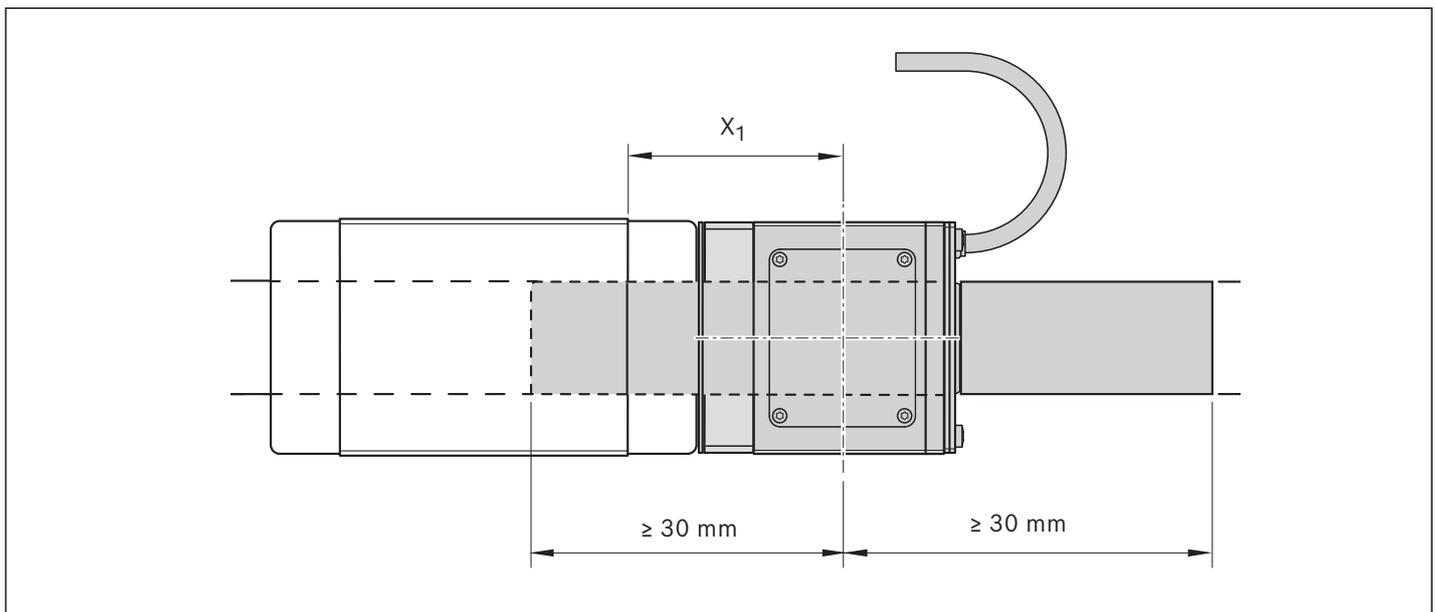

Fig. 7: Nutzbarer Messbereich
- ▶ Der Messkopf muss im Betrieb auf einer Messschiene bleiben und darf nicht über Stoßstellen fahren. Der mit  $X_1$  bemaßte Punkt darf zum Schienenstoß einen Abstand von 30 mm nicht unterschreiten. Der nutzbare Messbereich ergibt sich damit aus der Schienenlänge abzüglich  $2 \times 30$  mm.  Fig. 7.